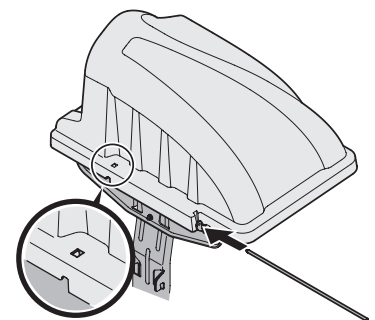
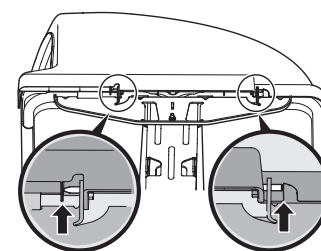

Figura 15
Figura 16
6. Deslice el pasador de horquilla (711-04988) en el orificio ubicado en la lengüeta de montaje, como se indica en la Figura 15. Use las ventanas caladas (vea el recuadro de la Figura 15) para alinear el pasador de horquilla del otro lado y empujelo completamente hasta que llegue al tope. En este punto el pasador calza en su posición y queda asegurado por una lengüeta en la cubierta de la embolsadora. Consulte la Figura 16.